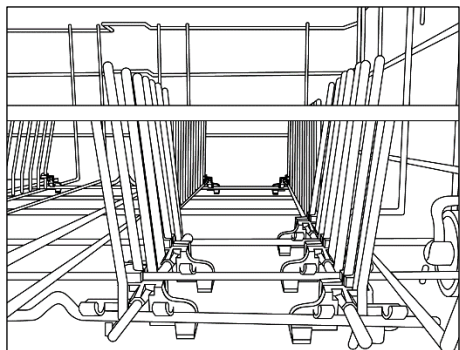
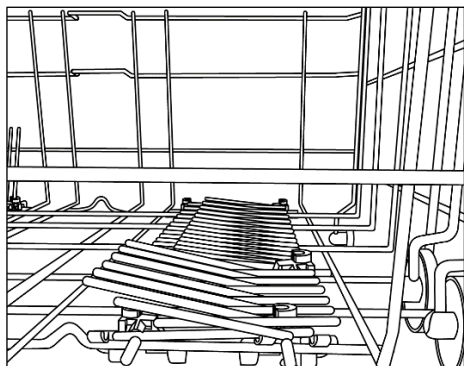

Abb. 2
Abb. 3
- Der Geschirrspüler wird mit einem Zulaufschlauch mit 3/4" Gewinding geliefert (Abb. 2).
• WATERBLOCK (Abb. 3)
2. Setzen Sie ihn dann langsam in der richtigen Position ein (Abb. 2).
ANMERKUNG: HEBEN ODER SENKEN SIE DEN KORB NIEMALS EINSEITIG (Abb. 3).
Klappbare Ablagen (nur bei einigen Modellen). Klappbare Ablagen (Abb.2 und Abb.3) können im unteren Korb eingesetzt werden, um die stabile Lagerung des Geschirrs zu gewährleisten. Die Ablagen können angehoben oder abgesenkt werden, um auch nicht standardmäßige Größen und/oder Formen aufzunehmen und so maximale Flexibilität zu bieten.
- Der zentrale Filterkorb ist herausnehmbar, um die Reinigung zu erleichtern (Abb. 2).
- Ziehen Sie schließlich die Siebplatte aus der Bodenwanne heraus wie in der (Abb.3) ersichtlich. Spülen Sie alle Teile gründlich unter fließendem Wasser und reinigen Sie diese eventuell mit einer Bürste.